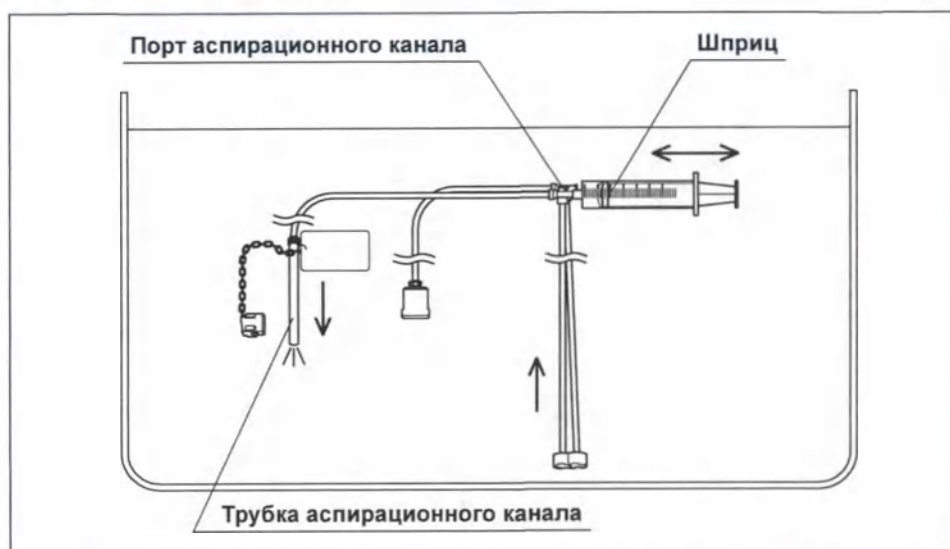

Рисунок 6.31
- 2 Полностью погрузив шприц и инъекционную трубку в воду для промывания, медленно оттяните поршень шприца, чтобы заполнить шприц водой для промывания. Затем надавите на поршень, чтобы промыть аспирационный канал инъекционной трубки 30 миллилитрами воды для промывания. Убедитесь в том, что во время промывания из трубки не выходят пузырьки воздуха. (см. рис. 6.31)